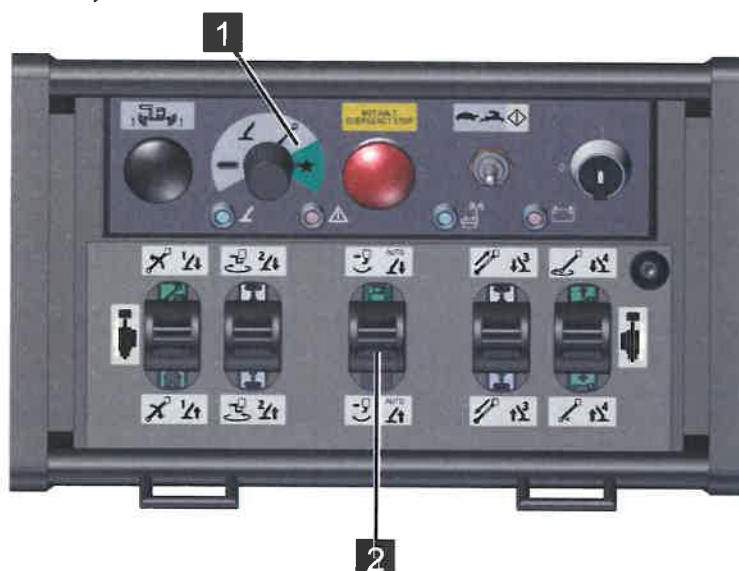

Abb. 126
2. Funktionswahlschalter (Abb.126/1) auf [Sonderfunktion] (grün) stellen.
3. Den Steuerhebel (Abb.126/2) gemäß nachfolgender Tabelle bedienen.